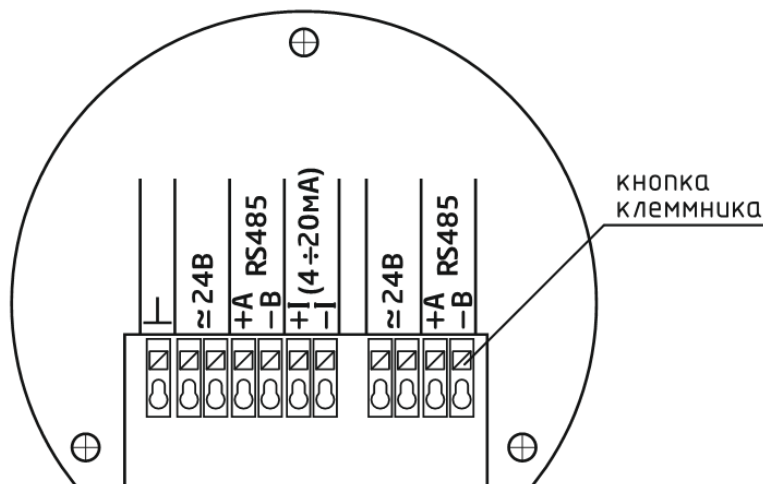

Рисунок 2 – Схема подключения
- 6) Подключить провода к нажимному клемнику в соответствии со схемой на шильдике (рис.2). Для подключения провода к клемме необходимо нажать отверткой на кнопку до упора, вставить провод в круглое отверстие, расположенное под нажатой кнопкой и отпустить кнопку. Кнопка должна быть утоплена. Проверить надежность соединения выдергивая провод.